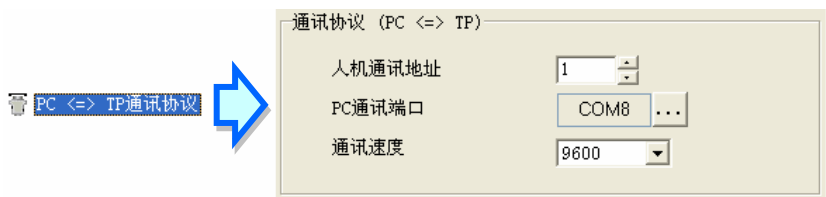

图 6-2 计算机端通信设置
接着设置 TPEditor 软件的 **工具 (I) > 基本设置 (B)**，单击「PC<=>TP 通讯协议」，设置计算机对 TP 人机联机时计算机端的通信设置，包括「人机通讯地址」、「PC 通讯端口」及「通讯速度」，如图 6-2。须注意人机通讯地址设置在 TPEditor 软件与 TP 人机系统选项设置须一致。